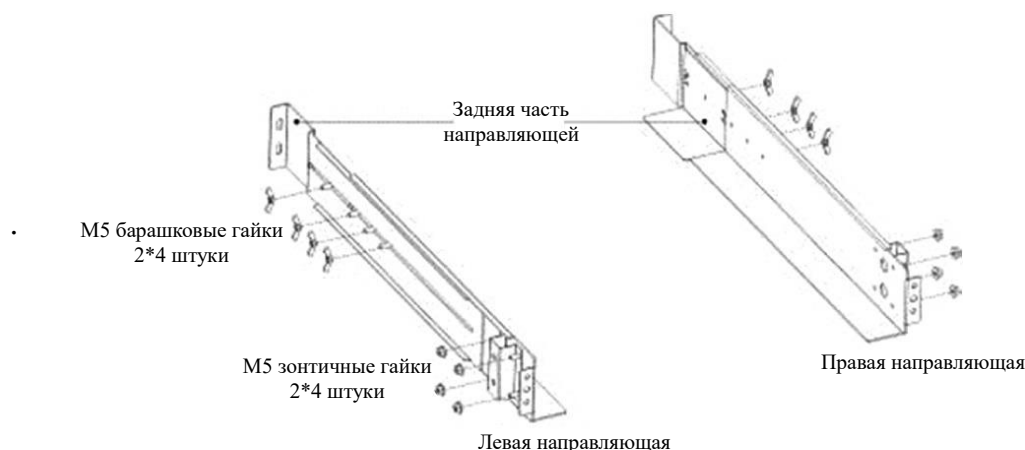

Рисунок 4. Сборка направляющих
(1) Установка комплекта монтажных рельс для 19" шкафа:
- а) Соберите левую и правую направляющую, каждая из которых состоит из двух частей – передней и задней, не затягивайте фиксирующие винты. Отрегулируйте длину направляющих в зависимости от глубины Вашего шкафа (см. рисунок 4).